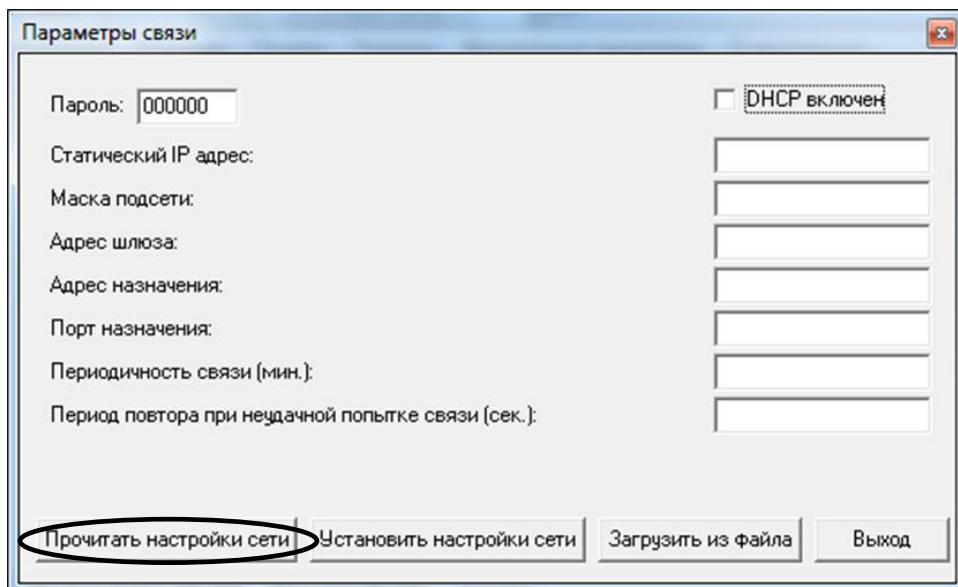

Рисунок 31
6.1.5 У вікні «Параметри связі» натиснути на кнопку «Прочитати настройки сети» (рисунок 31).